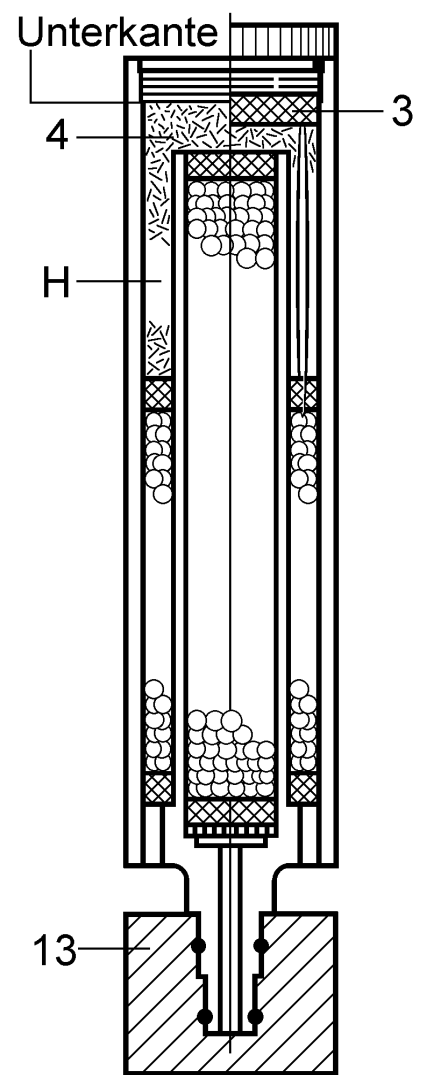

Abb. 5
Schritt 3 (Abb. 5) Den Restraum -H der Patrone mit Aktivkohle -4 (ca. 30 cm³) bis zur Unterkante des Innengewindes auffüllen und wie gehabt gut einrütteln. Schaumstoffscheibe -3 einsetzen. Gewinde am Deckel und in Patrone auf Sauberkeit prüfen. Falls erforderlich reinigen. Deckel bis zum Anschlag einschrauben. Dabei darauf achten, daß Schaumstoffscheibe -3 nicht im Gewinde eingeklemmt wird.